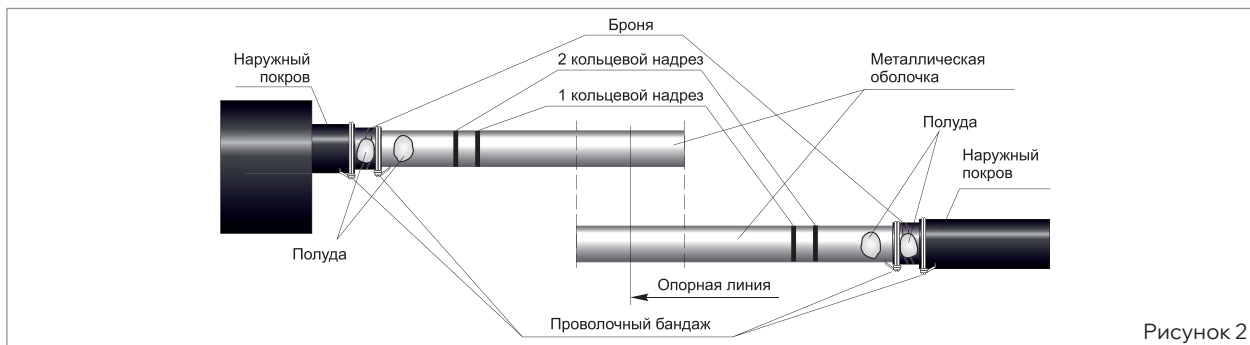

Рисунок 2
- Выполнить два кольцевых надреза на металлической оболочке в соответствии с рис. 2. В случае небронирован-
- Облудить поверхность в местах, обозначенных на рис. 2. В случае небронированного кабеля размер 60 мм откладывать от бандажа, наложенного на наружный покров кабеля.